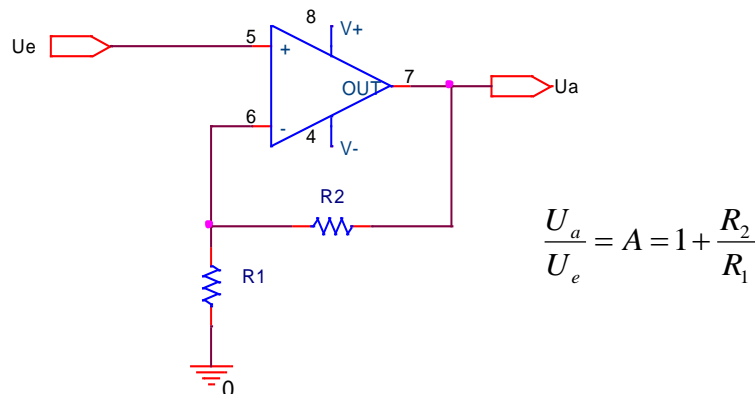
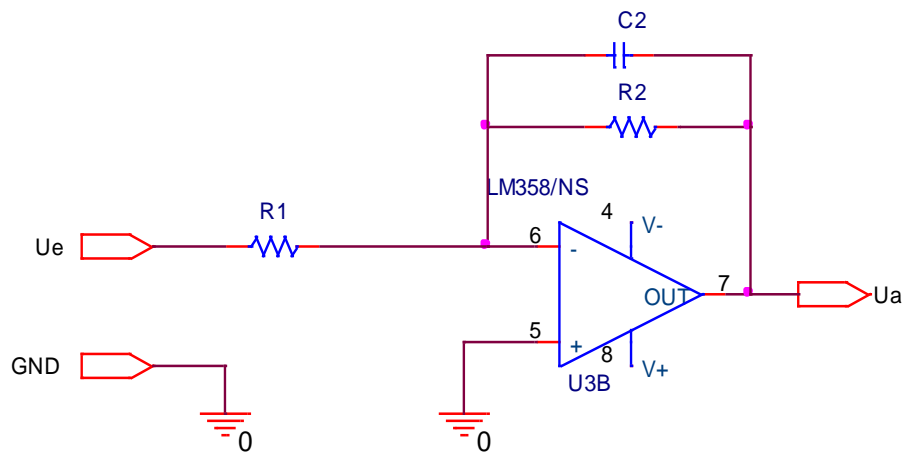

Abbildung 2: Nicht invertierender Verstärker mit $\mu A741$.
Abbildung 4: Tiefpass 1. Ordnung mit LM358.
4. Ermitteln Sie den Aussteuerbereich der Schaltung bei Speisung mit einem sinusförmigen Eingangssignal ($f = 1 \text{ kHz}$), indem Sie die Amplitude solange erhöhen, bis eine deutliche Übersteuerung in beiden Halbwellen sichtbar wird. Die Messung soll für Leerlauf am Ausgang und für eine Last von $R = 2 \text{ k}\Omega$ durchgeführt werden. ACHTUNG: Die Versorgungsspannung ist für diesen Zweck auf $\pm 10\text{V}$ zu verringern. P.S: Eine Kurve im Kanal Ref speichern und die zweite darüberlegen (Bild 2).
3. Ermitteln Sie die Kurve $U_a = f(U_e)$ mittels Messung im X-Y-Betrieb (Bild 4) für $V_u = 10$. In welche Richtung fließt der Strom am OP – Ausgang bei
2. Was geschieht am virtuellen Nullpunkt bei Übersteuerung des Ausgangs ($f=1\text{kHz}$) ? Mit Oszilloskop darstellen. (Bild 2)
Wie sieht die Kurvenform der Ausgangsspannung bei rechteckförmigen Eingangssignal aus (bei $U_{\text{inpp}} = 100\text{ mV}$ und 1V)? (Bild 4)
1. Die Grenzfrequenz der Schaltung in Abbildung 4 und die Verstärkung sind messtechnisch zu überprüfen (Eingangsspannung = 1 V (pp) Sinus). (Bild 2, 3)
2. Es ist die Kurvenform der Ausgangsspannung bei rechteck- und dreieckförmiger Eingangsspannung zu ermitteln (jeweils für ~~Ue = 100mV (pp) und~~ 1V (pp)) für $f > f_g$ und $f < f_g$. Welche Kurvenformen treten jeweils am Ausgang auf ? Welches Verhalten liegt mathematisch gesehen vor ? (Bild 4, 5)
2. Bis zu welcher maximalen Frequenz kann die Schaltung verwendet werden? (Mit C und 1% Fehler) (Bild 2 mit und ohne C).
3. Tauschen Sie U1B gegen einen echten Komparator des Typs AD790 ($V_{\text{logic}} = 5\text{V}$) aus und ermitteln sie die maximal verwendbare Frequenz. (Bild 2)
2. Messen sie die Sprungantwort des Filters.(Bild 2)